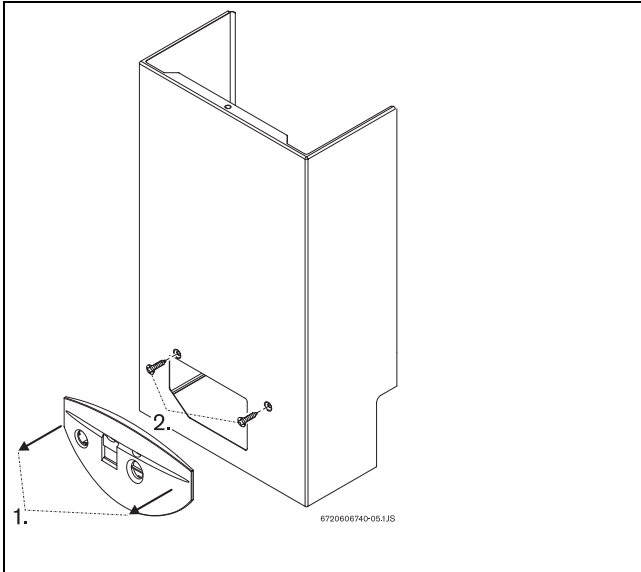

Fig. 13 Smontaggio mantellatura
- ▶ Distaccare il pannellino frontale tirandolo verso l'esterno (→Fig. 13, pos. 1).
- ▶ Svitare le due viti (→Fig. 13, pos. 2).